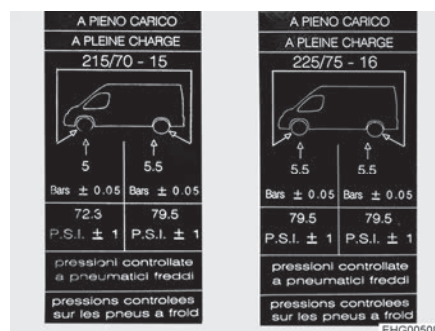

Fig. 169 Etiqueta adhesiva de información acerca de la presión de los neumáticos en la columna B (ejemplo)
- ▷ En el interior de la columna B se han fijado etiquetas adhesivas de información indicando la presión necesaria para los neumáticos (véase Fig. 169).